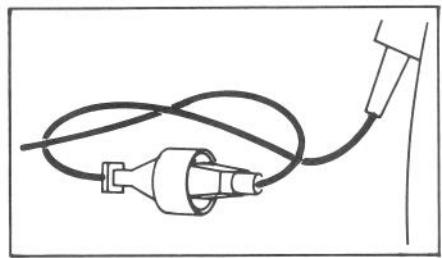

Figure 6
10. Rallonge — Veiller à brancher correctement la rallonge au cordon d'alimentation électrique afin d'éviter tout risque de déconnexion (cf. figure 6).
électrique et une rallonge adéquate de la façon illustrée à la figure 6.